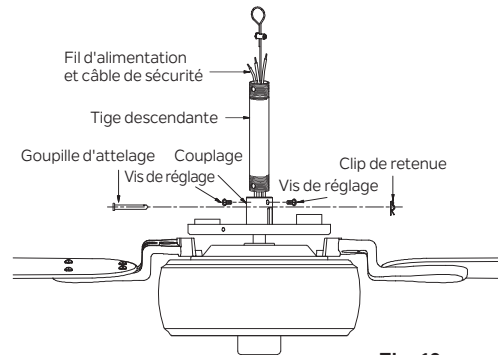

Fig. 10
Étape 7. Desserrez les deux vis de réglage et retirez la goupille d'attelage et le clip de retenue de l'accouplement sur le dessus de l'ensemble moteur. (Fig. 10)